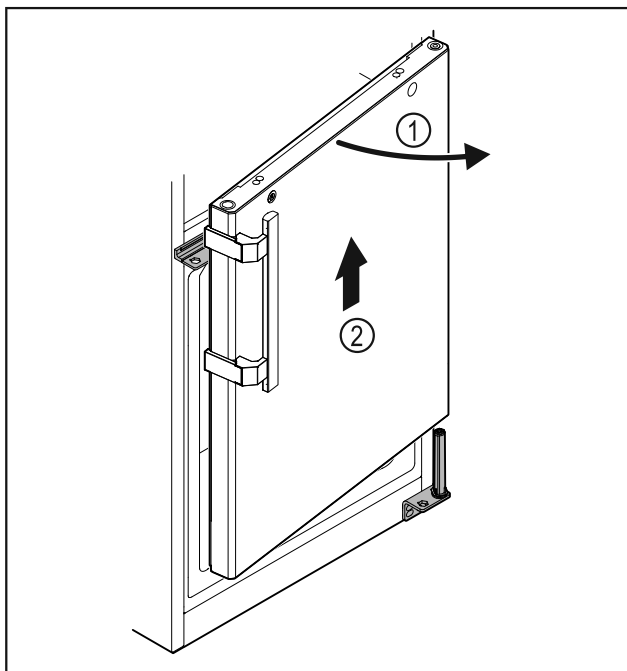

Fig. 27
- Mírně otevřete dvířka Fig. 27 (1), zvedněte je přibližně 200 mm rovně směrem nahoru a vyjměte je Fig. 27 (2).